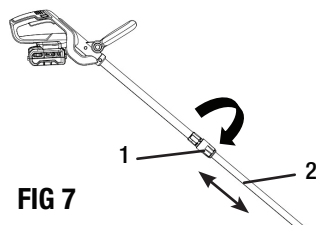

FIG 7
RÉGLER LA HAUTEUR (FIG 7)
Pour régler la hauteur du taille-haie, desserrer le coupleur d'arbre (1) en le tournant dans le sens horaire comme indiqué à la figure 7, déplacer l'arbre inférieur (2) vers le haut ou vers le bas jusqu'à la longueur désirée, serrer le coupleur en le tournant dans le sens antihoraire.